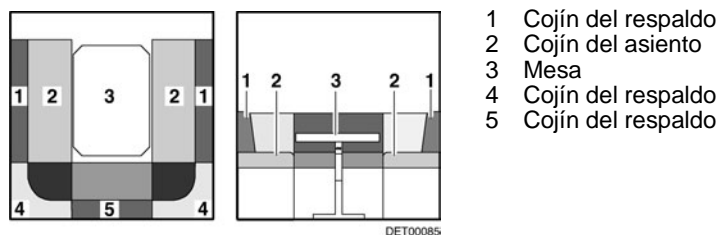

Fig. 91 Antes de la transformación
- Transformar la mesa (Fig. 91,3) en base de cama (véase apartado 7.7).